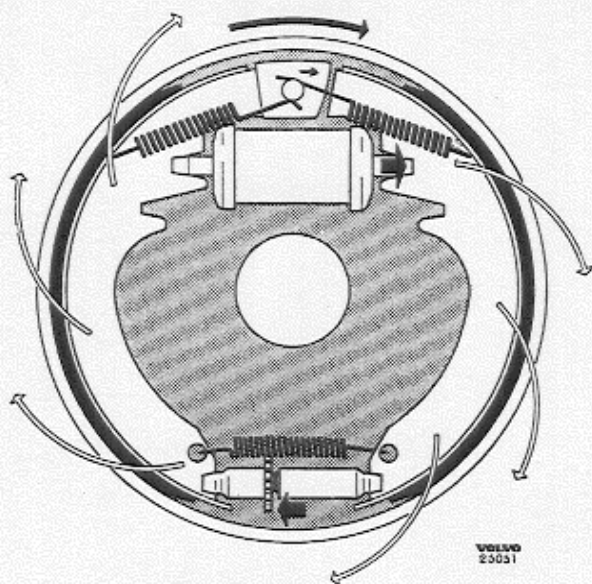

Abb. 13. Anziehen der Bremse.
Wenn die Bremse angezogen wird, pressen die Kolben der Radbremszylinder die Bremsbacken über die Druckstangen (6) nach außen gegen die Bremstrommeln. Durch die Reibung zwischen Bremstrommel und Bremsbelag hat die Bremsbacke das Bestreben, der Drehrichtung der Bremstrommel zu folgen. Durch die flexible Befestigung der Bremsbacken wird die Primär-Bremsbacke (9) nach unten und die Sekundär-Bremsbacke (12) nach oben mitgenommen, bis ihr oberes Ende den Zentrierblock berührt, siehe Abb. 13. Das Ende der Sekundär-Bremsbacke verschiebt sich am Zentrierblock, so daß die Bremsbacke zur Bremstrommel zentriert wird. Wenn der Zapfendrehpunkt der Sekundär-Bremsbacke vom Ankerbolzen (4 Abb. 10) und der Zapfendrehpunkt der Primär-Bremsbacke in der Einstellvorrichtung ist, bleibt die Reibung zwischen Bremstrommel und Bremsbelag beim Bremsen bestehen, siehe Abb. 13. Dies wird durch die Tendenz der Primär-Bremsbacke, der Drehrichtung der Bremstrommel zu folgen, unterstützt, was gleichzeitig bewirkt, daß die Sekundär-Bremsbacke mit verstärktem Druck angezogen wird.